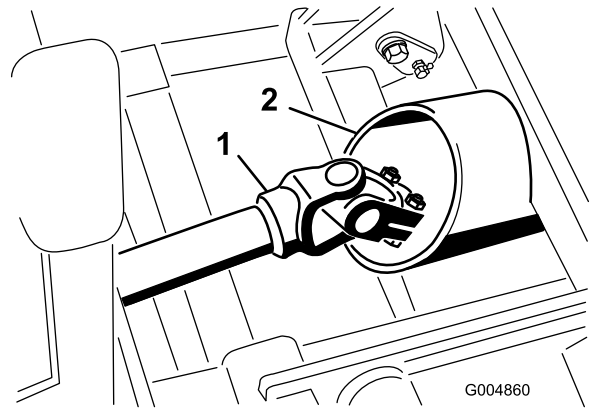

Figura 105
27. Role cuidadosamente o conjunto da estrutura de inverno até ficar na posição enquanto encaminha o veio propulsor através do tubo da estrutura (Figura 105).